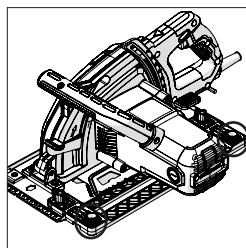

Fig. 17
L'adattatore di binario deve essere montato e smontato solo quando la testa di taglio è nella posizione elevata sul blocco di profondità. Esso dispone di due (2) camme che sporgono dalla scanalatura sulla piastra di base (una a ogni estremità). "I pulsanti di rotazione" consentono all'operatore di ruotare tali camme. (Fig. 17)